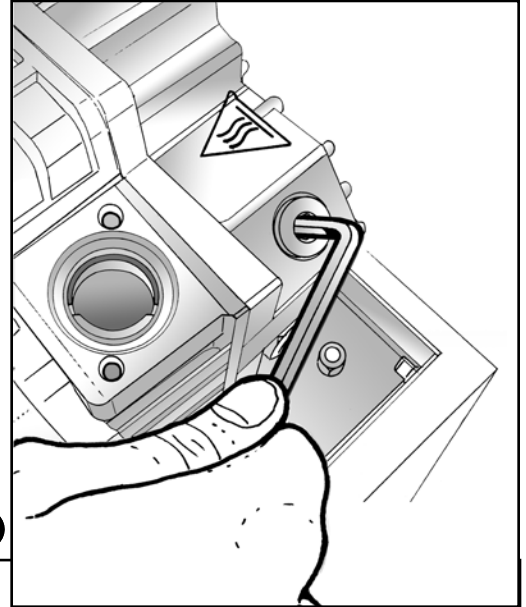

Abb. 13
- 7) Den Füllstopfen des Öls im oberen Teil der Pumpe mit einem Sechskantschlüssel abschrauben (**Abb. 13**).